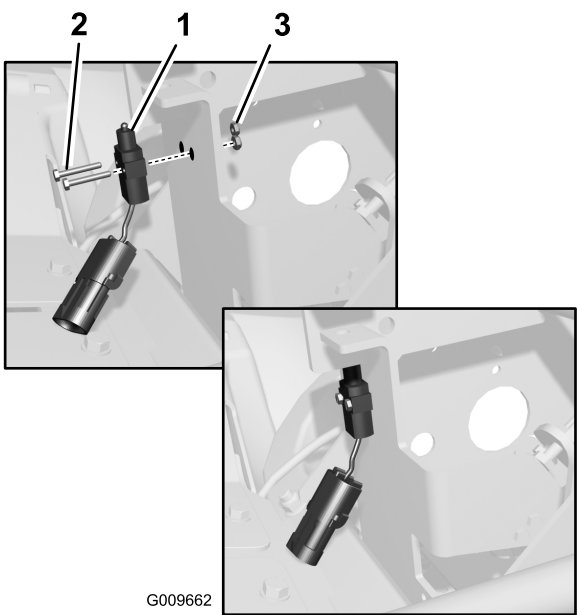

Figura 9
- 1. Montate il contattore del freno sulla pedaliera con due viti e due dadi di bloccaggio n. 6 (Figura 9).